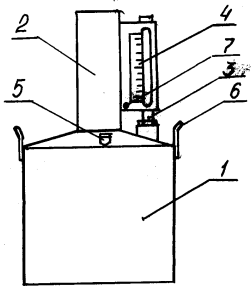

Рис. 1 Мерник М2Р, шифр «01»,
Мерник с шифром «01» (рис.1) состоит из резервуара (1), горловины (2), водомерной трубки (3), шкалы (4), ампулы уровня (5). Мерник с шифром «01П» (рис. 3,4) дополнительно комплектуется пеногасителем (2), который герметично крепится на горловине. У мерников с нижним сливом (рис.4) пеногаситель изготовлен в виде воронки, что позволяет избежать утечки рабочей жидкости при переливе.
Непосредственно перед началом работы мерник необходимо смочить рабочей жидкостью, по окончании слива дается 30с на слив капель. Заполнение мерника производится через горловину (2) (рис. 1,2) или через заливной патрубок (1) пеногасителя (рис. 3,4). После заполнения мерника рабочей жидкостью отсчёт количества жидкости фиксируется по шкале мерника. Наблюдение проводят по нижнему краю мениска водомерной стеклянной трубки (рис. 1-4). У мерников вместимостью 2 дм³, 5 дм³ и 10 дм³ слив жидкости проводится через горловину. У мерников вместимостью 20 дм³ и более слив жидкости проводится через сливной кран. По окончании слива дается 30с на слив капель.